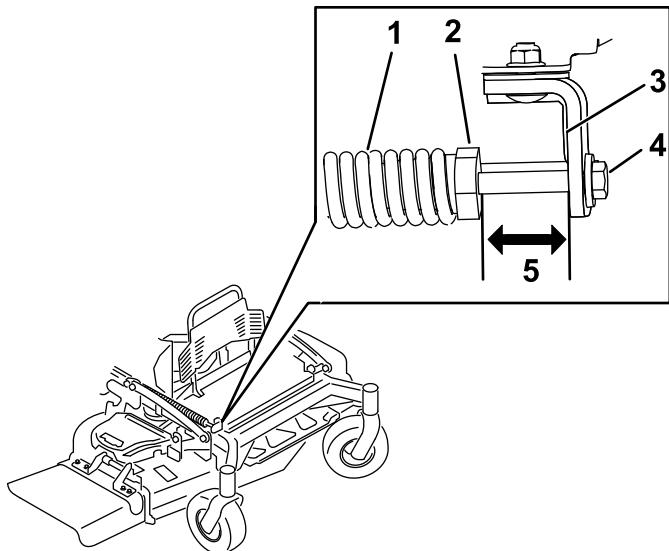

Figure 92
2. Vérifiez la distance entre l'écrou de ressort et l'arrière du support soudé (Figure 92).
3. La distance doit être comprise entre 47 et 50 mm, comme montré à la Figure 92.
4. Le cas échéant, réglez la distance en ajustant le boulon à l'avant du support de fixation (Figure 92).